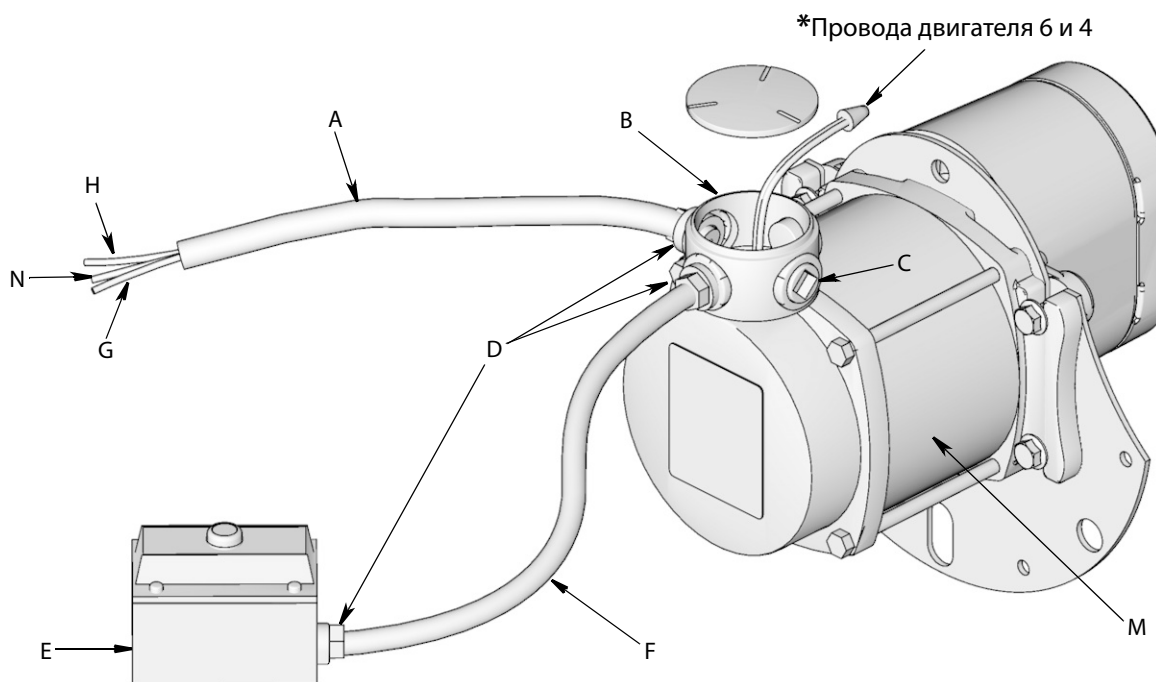
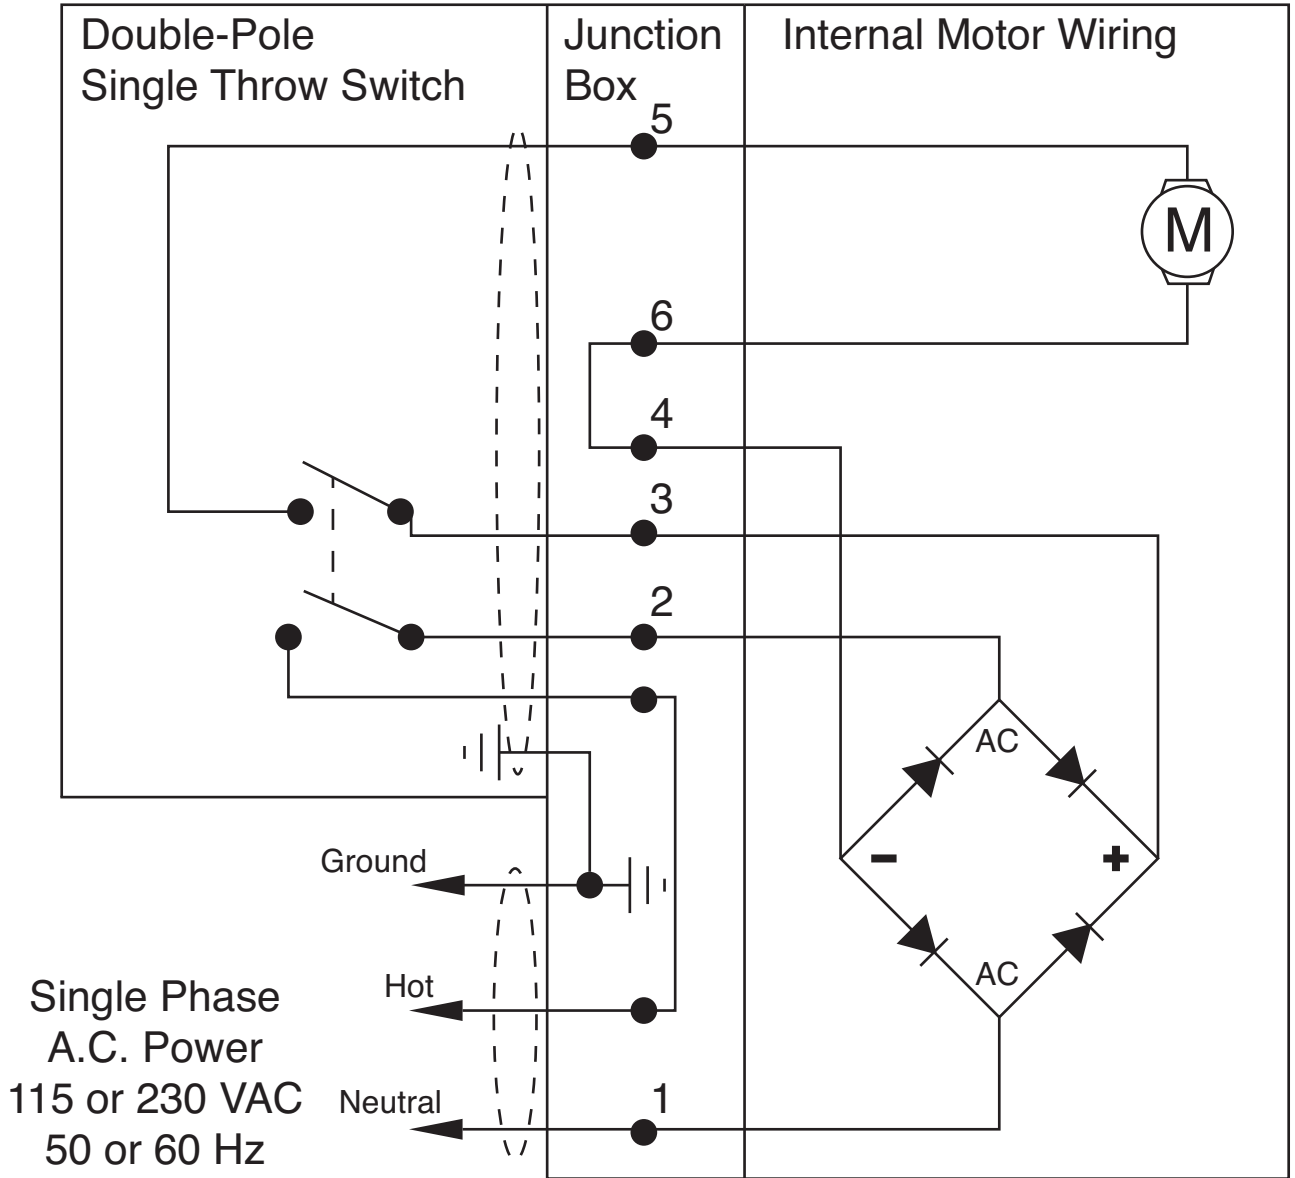

FIG. 10
FIG. 11
Следуйте схеме электропроводки, приведенной на Fig. 10, и электрической схеме, Fig. 11.
- c. Нанесите тонкий слой консистентной смазки на уплотнительное кольцо (18).
- d. Установите выпускной патрубок (17) на барабан.
- e. Установите болты (19) на место. Надежно затяните все четыре болта. Затягивайте болты с усилием 32,54–40,67 Н•м (24–30 футофунтов).
- Электрические двигатели – модели переменного тока. Поменяйте местами провода 5 и 6 (FIG. 11, стр. 23).